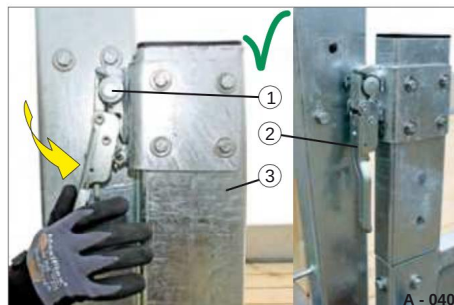

Fig. 42 Rampa di accesso, sicura
• Se necessario, spingere la rampa di accesso fino al montante angolare (Fig. 42/3).
• Inserire il perno (Fig. 42/1) della rampa di accesso nel blocco di sicurezza (Fig. 42/2).